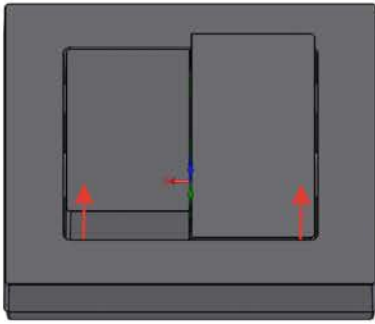
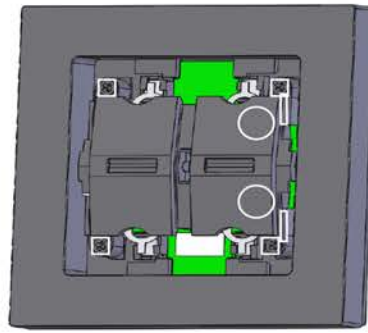
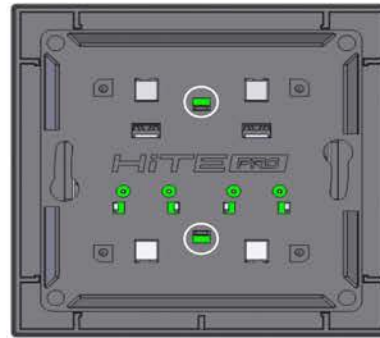

Рис.1
Рис.3
Рис.4
Снимите клавиши с выключателя, подцепив и потянув их по направлению стрелок ближе к краю клавиши (рис. 1). Выкрутите четыре винта (рис. 3 - обведено квадратом). Снимите пластиковую накладку потянув её в противоположенную сторону от основания выключателя, дополнительно надавите плоским предметом на защелку (рис. 4 - обведено кругом). Замените элемент питания и соберите выключатель в обратном порядке. Важно, винты следует затягивать без усилия.
1.) Затягивать четыре винта обведенные квадратом рис.3 следует без усилия, до момента соприкосновения шляпки винта с верхней точкой элемента крепления. 2.) Клавишу в модификация 1\2 следует устанавливать так, чтоб в отжатом состоянии она не прижимала кнопку на плате выключателя.